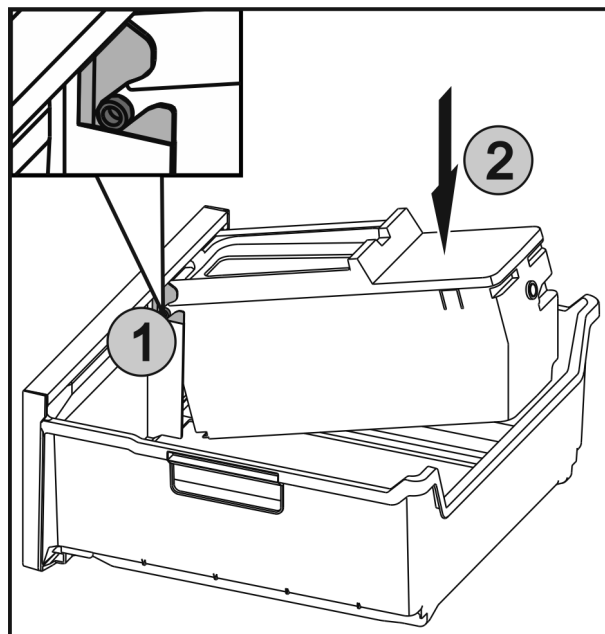

Fig. 51
- ▶ Вставить оси Fig. 51 (1) на EasyTwist-Ice в направляющие и вдавить заднюю сторону Fig. 51 (2) до фиксации накладки.